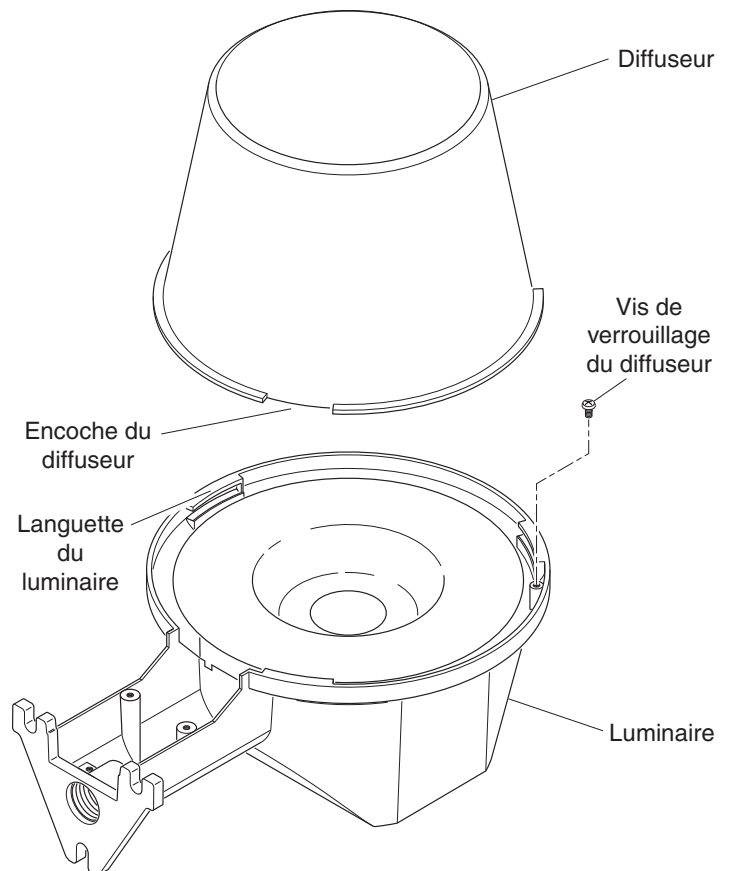

Figure 1
2. Retirez les vis de verrouillage du diffuseur, du luminaire (voir la Figure 1).
3. Alignez les encoches sur le diffuseur avec les languettes du luminaire, puis insérez le diffuseur dans le luminaire (voir la Figure 1).
4. Faites tourner le diffuseur dans le sens horaire jusqu'à ce qu'il s'arrête (voir la Figure 1).
5. Remettez en place les vis de verrouillage retirées à l'étape 2 (voir la Figure 1).
2. Retirez la vis de verrouillage du diffuseur ainsi que le diffuseur (voir la Figure 1).